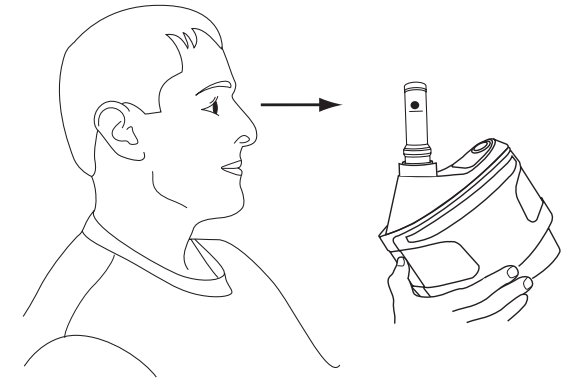

Fig. 13b
- Con el indicador de flujo de aire en posición vertical, asegúrese que el fondo de la pelota flotante permanezca en, o arriba, de la marca de flujo mínimo (Fig. 13b). El indicador de flujo de aire debe estar en posición vertical para obtener una lectura exacta.